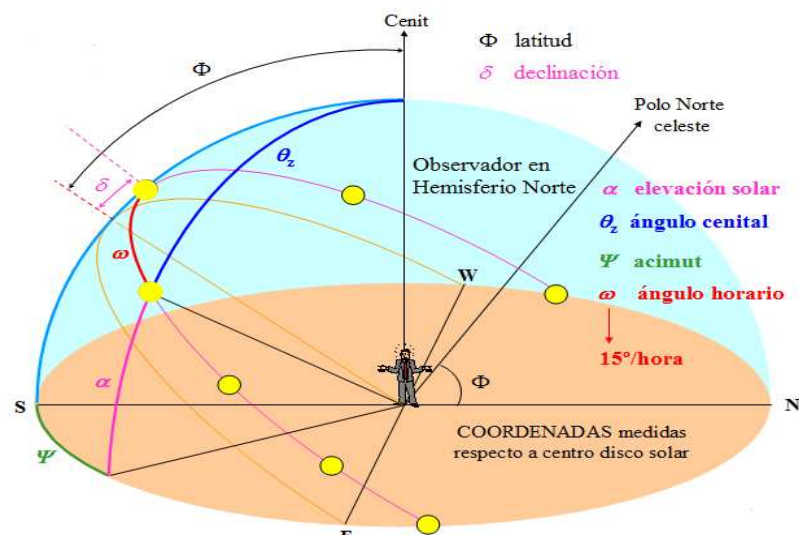

Fig.1: Semiesfera celeste
Se basa en crear una esfera imaginaria, en este caso una semiesfera, de radio arbitrario centrado en el observador sobre la cual proyectaremos el Sol. (fig1.)
2. Horizonte celeste: es el plano perpendicular a la dirección de la vertical y divide la esfera en dos semiesferas: hemisferio visible y hemisferio invisible. Nosotros utilizaremos el hemisferio visible para realizar nuestro proyecto. (Plano coloreado de rosa de la fig. 1.)
3. Ecuador celeste: es la proyección del ecuador en la esfera celeste. (Línea naranja de la fig. 1.)
En la fig.1 podemos ver gráficamente cada uno de los puntos y coordenadas explicadas anteriormente.